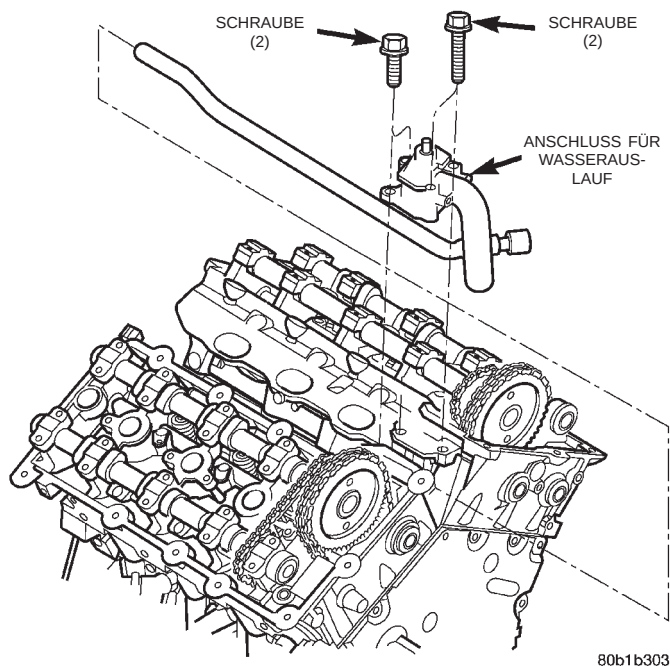

Abb. 45 Anschlußstutzen für Wasserauslauf
(7) Anschlußstutzen für Wasserauslauf ausbauen (Abb. 45). Näheres hierzu siehe Kapitel 7, "Kühlsystem".
(8) Anschlußstutzen für Wasserauslauf montieren (Abb. 45). Näheres hierzu siehe Kapitel 7, "Kühlsystem".
(9) Ventildeckel montieren. Näheres hierzu siehe entsprechende Anleitung in diesem Abschnitt.
(10) Steuerkettendeckel und Schwingungsdämpfer/Kurbelwelle montieren. Näheres hierzu siehe entsprechende Anleitung in diesem Abschnitt.
(11) Unterteil des Ansaugkrümmers und Ansaugluftsammler einbauen. Näheres hierzu siehe Kapitel 11, "Auspuffanlage und Ansaugkrümmer".
(12) Antriebsriemen für Zusatzaggregate und Kompressor montieren. Näheres hierzu siehe Kapitel 7, "Kühlsystem".
(13) Kühlsystem befüllen. Näheres hierzu siehe Kapitel 7, "Kühlsystem".
(14) Minuskabel (-) am Zusatz-Überbrückungsanschluß ankleben.